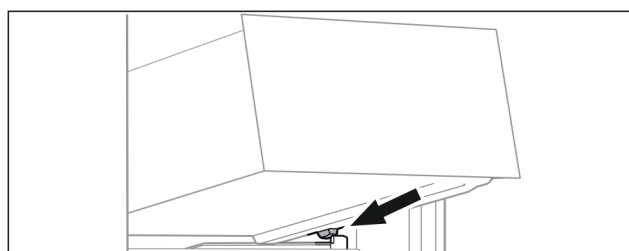

Fig. 119
- Placer le tiroir, en l'inclinant, derrière les butées sur la nervure de récipient. (voir Fig. 119)